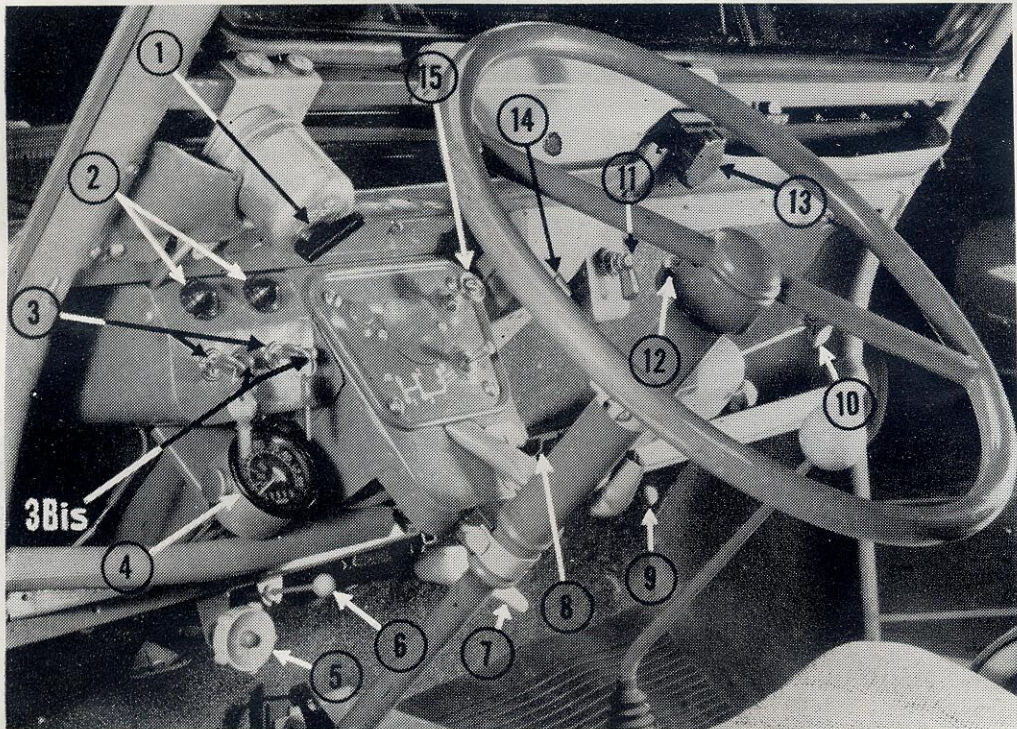

FIG. 9. — TABLEAU DE BORD
Mettez le contact sur le moteur avant (3) fig. 9 (le voyant rouge (2) fig. 9 doit s'allumer).
Avec la main gauche appuyez sur le bouton-poussoir (3 bis) fig. 9 à droite du contact et avec la main droite tirez le starter (15) fig. 9 (face au conducteur).
Avertisseurs et phares (10) fig. 9 :
Pour cela, vous n'avez besoin ni de vous arrêter, ni de descendre, il suffit, étant en code, de manœuvrer le bouton 5 (fig. 9).
Frein à main (7) fig. 9 :
Essuie-glace électrique (1) fig. 9 :
L'essuie-glace fonctionne même lorsque la voiture est à l'arrêt. Pour l'actionner tournez le bouton dans le sens de la marche (M), figure 9.
Indicateur de braquage (12) fig. 9 :
Commande des indicateurs de direction (11) fig. 9 :